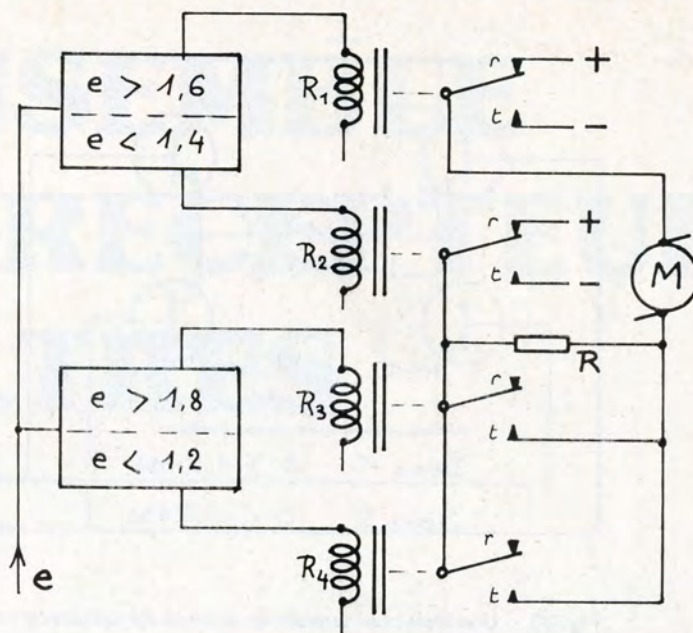

Fig. 15. - Deux boîtes à relais donnent 2 vitesses avants, 2 arrières, l'arrêt.
- Deux boîtes à relais avec seuils répartis assurent avec commande par une seule voie, l'arrêt, deux vitesses avant et deux vitesses arrière (voir fig. 15).